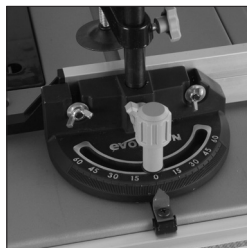

Fig. 31
Remarque : la butée d'onglet (K) (Fig. 31) peut servir d'un côté comme de l'autre de la table. Elle s'insère dans l'une des deux fentes en « T » inversé du dessus de la table.